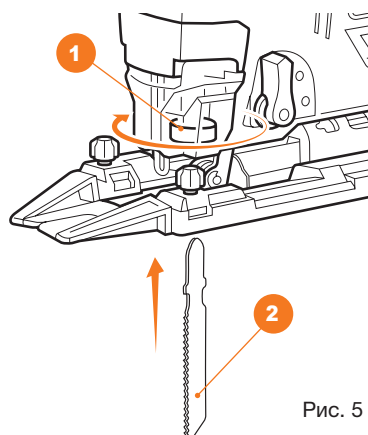

Рис. 5
- Поверните держатель полотна **1** и установите полотно **2** в держатель до упора (Рис. 5).